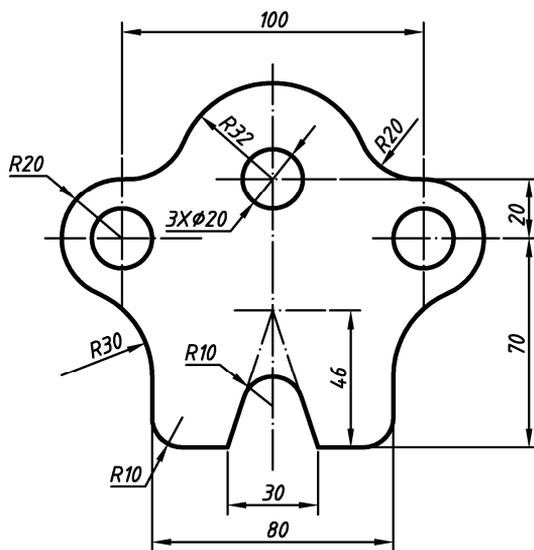

图 1-58 练习一第二题
(4) 创建新的图形文件，绘图界限为  $210 \times 297$ ，然后按图 1-58 所示绘制出该图（要求各种图线要符合国标、不标注尺寸），完成后将该图命名为“练习一第二题”并保存。